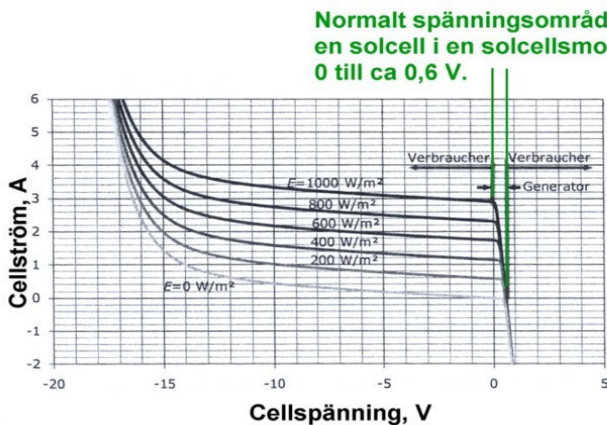

Bild 5.24 Ström-spänning för en enda solcell, med parametern bestrålningsstyrka.
2. Om nu en enda solcell helt skuggas(dvs har belysningsstyrkan 0 W/m²), säg Solcell nr 9 i Modul nr 21. Alla övriga solceller i alla solcellsmoduler belyses med STP(1000/m²), och ger enl. ovan strömmen 8,2 A och ca 0,515 V. Vi tänker oss först att det inte finns några by-passdioder alls. Om nu 8,2 A skulle tvingas igenom Solcell nr 9, så uppstår i den enl. Bild 5.24 ett negativt spänningsfall på ca 16,3 V. De övriga 19 solcellerna i denna Solcellsslinga nr. 1 ger 9,8 V = 19 x 0,515. Den skuggade solcellen åter alltså upp 16,3 V, och kvar i modulsträngen blir 599,3 V = 19 x 30,8 + 59 x 0,515 - 16,3. Detta innebär en förlust för Modulsträng 1 på 2,7 %, en icke obetydlig förlust. Värmeeffekten i Solcell nr 9 blir 133,7 W = 16,3 V x 8,2 A. Om ännu fler separata solceller i Solcellsslinga 1 också skulle vara helt skuggade, så blir spänningsförlusten för varje sådan helt skuggad solcell ytterligare 16,3 V. Det börjar då bli mycket besvärande.
Men nu finns det ju by-passdioder, tack och lov. By-passdiod 1 kommer att börja släppa förbi ström, då en negativ spänning på ca 0,3 Volt uppstår, vilket enl. Bild 5.24 sker vid en ström igenom solcellsslingan där Solcell nr 9 sitter, på några milli-Ampère. I princip kommer de 8,2 A att by-passas genom by-passdiod 1. Effektförlusten för Modulsträng 1 blir inte alls lika stor, som utan by-passdioden. Det blir en total spänningsförlust på $10,6 \text{ V} = 20 \times 0,515 + 0,3$. Istället för att 616 V, fås 605,4 V, dvs en förlust för Modulsträng 1 på ca 1,7 %. Nästan acceptabelt. Om ännu fler separata solceller i Solcellsslinga 1 också skulle vara helt skuggade, så blir det inte sämre än så. En by-passdiod gör alltså nytta (så länge den är hel).
4. De 2 solcellsmodulerna Modul 21 och 22 skuggas och får endast belysningsstyrkan 400 W/m², vilket kan motsvara diffusa solljuset. Alla övriga moduler får belysningsstyrkan 1000 W/m², som motsvarar direkt solbestrålning. Nu skall 8,2 A tvingas igen de skuggade solcellerna. Enligt Bild 5.24 skall man då se vilken **negativ** spänning som $2,65 A = 8,2/3,09$ och belysningsstyrkan 400 W/m² ger upphov till, och det är ca 15,3 V. En solcellsslinga omfattar 20 st skuggade solceller, som om de belyses med 400 W/m² tillsammans orsakar 306 V = 20 X 15,3 V. Men eftersom solcellsslingan har by-passdiod, så uppstår högst 0,3 V **negativ** spänning, och strömmen 8,2 A leds genom denna by-passdiod. Det blir samma för de övriga 6 st skuggade solcellsslingorna. Totala spänningsförlusten blir 63,4 V = 2 x 30,8 + 6 x 0,3, vilket motsvarar effektförlusten 519,9 W = 63,4 x 8,2. Effektförlusten för Modulslinga 1 blir 10,4 %. Effekten som växelriktaren kan klämma ut ur Modulsträng 1 blir 4,53 kW = 552,6 x 8,2.